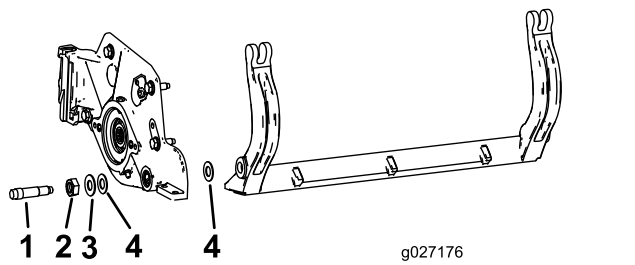

**Figura 29**
3. Su ciascun lato della macchina, allentate il dado di bloccaggio che fissa il bullone della barra di appoggio (Figura 29).
4. Togliete ciascun bullone della barra di appoggio consentendo alla barra di appoggio di essere tirata verso il basso e rimossa dal bullone della macchina (Figura 29).